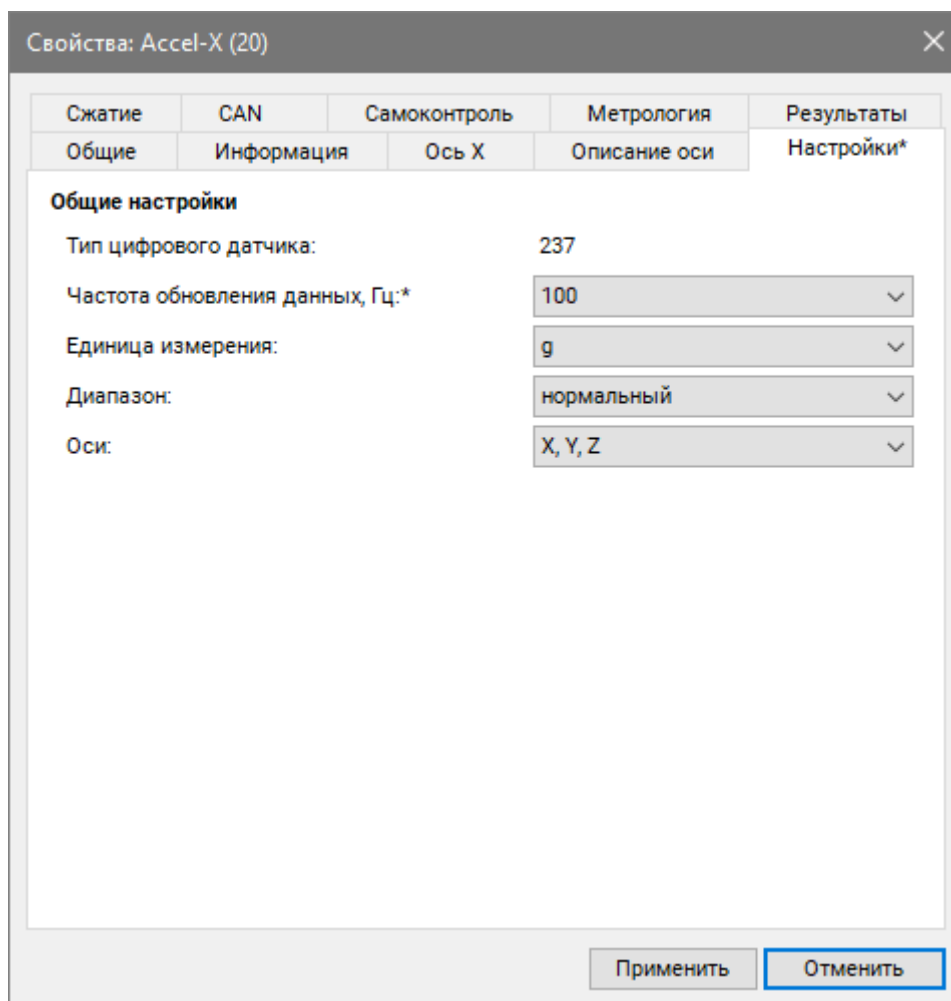

Рис. 5.10 Вкладка «Настройки»
- во вкладке «Настройки» установить необходимые параметры (Рис. 5.10).